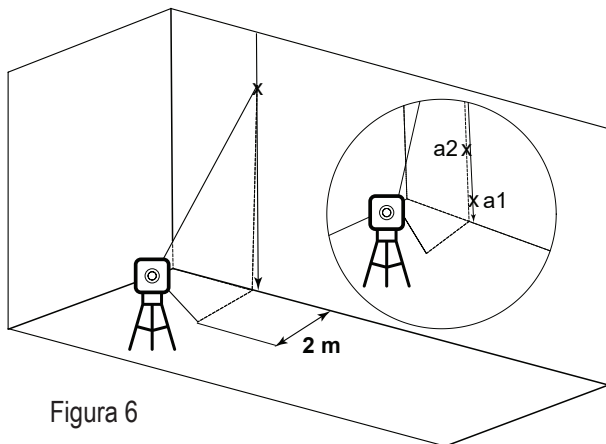

Figura 6
6) Segnare il punto a2 sul muro, al centro della trave verticale alla stessa altezza di a1. (vedere figura 6).